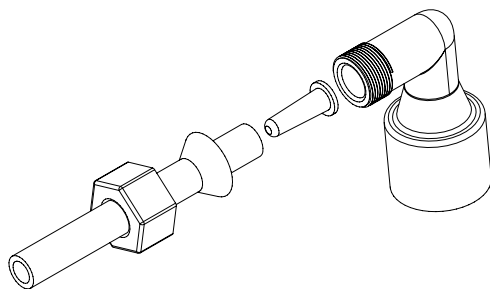

Рис. 5 – Установка трубки силиконовой
9. Вставьте трубку силиконовую в переходник (Рис. 5);